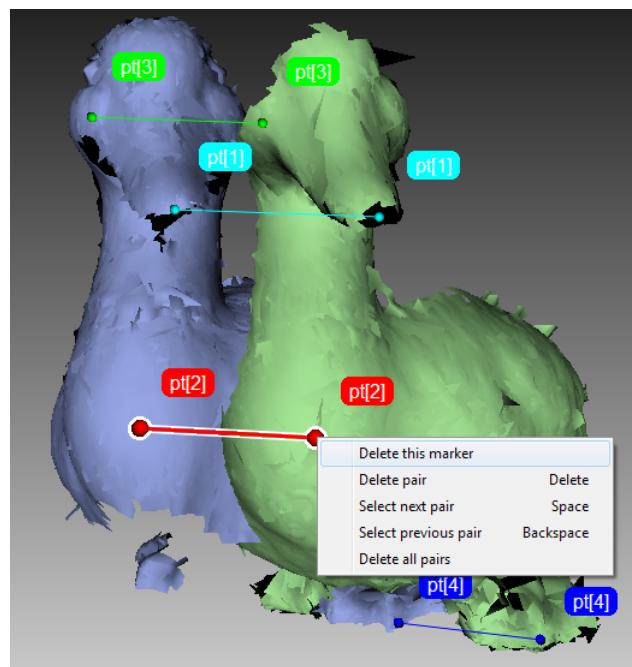
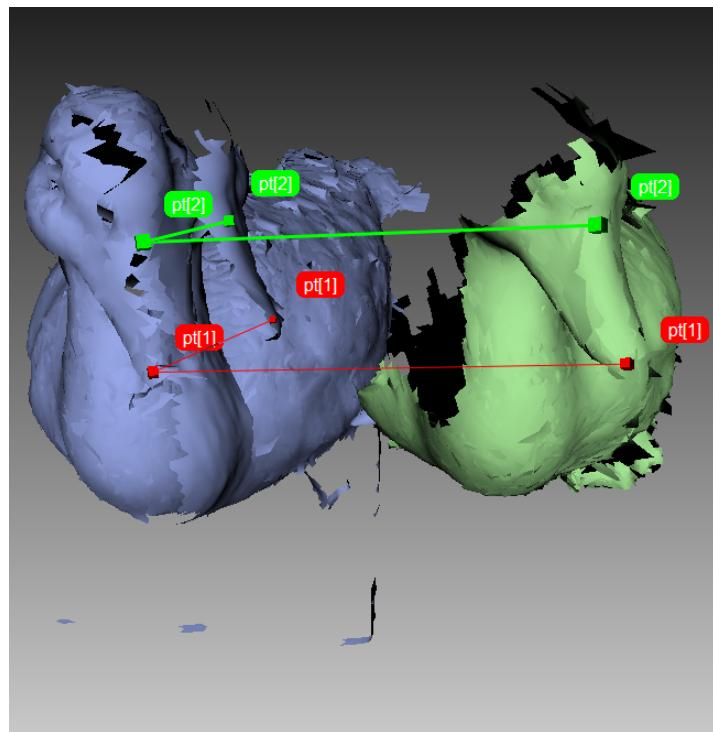

Рис. 8.20: Создание пары точек
Рис. 8.26: Перед совмещением: добавлено два набора точек
При расстановке точек в режимах *Жесткой* и *Нежесткой* сборки пары создаются автоматически: указав одну пару точек, вы можете сразу создавать следующую. В режиме *Сложная* создание набора требуется подтверждать нажатием клавиши Пробел или кнопки *Новый набор* на левой панели, так как набор может состоять из нескольких точек (см. Рис. 8.20 и Рис. 8.26).
3. Создайте несколько пар точек (Рис. 8.20), следуя рекомендациям из Особенности указания и редактирования точек.
3. Создайте один или несколько наборов точек на поверхности скана или сканов (Рис. 8.26), следуя рекомендациям, приведенным в подразделе Особенности указания и редактирования точек.